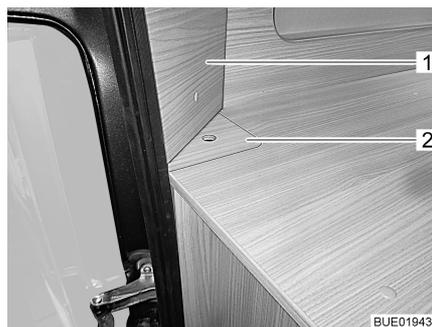

Fig. 83 Acceso a luces traseras izquierdas (640)
- Retirar la cubierta (Fig. 83,1). La cubierta está fijada con tornillos phillips.
- Agarrar la cubierta (Fig. 83,2) por el hueco de agarre y sacarla.